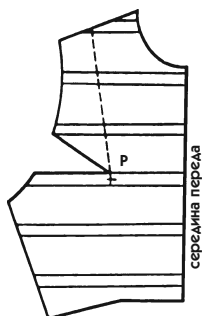

Рис. 509
4. Переведите вытачку вдоль верхней границы полосы и далее действуйте, как в предыдущих заданиях (рис. 509).